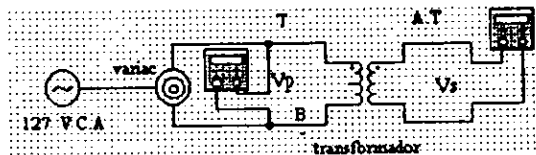

FIGURA 4
- a) Arme el dispositivo de la figura 4.